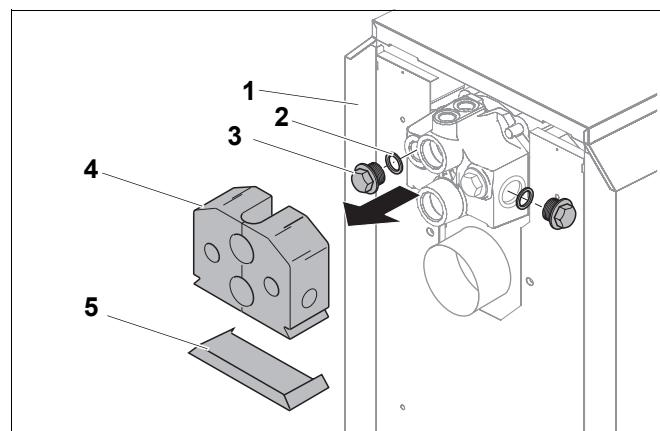

Рис. 4 Демонтаж деталей на соединительном участке
- Снять теплоизоляцию (рис. 4, **поз. 4**) и защитную крышку (рис. 4, **поз. 5**) с соединительного элемента (см. инструкцию по монтажу отопительного котла).
- Установить обшивку (рис. 4, **поз. 1**) согласно указаниям в инструкции по монтажу котла.
- Удалить заглушку (рис. 4, **поз. 3**) и уплотнение (рис. 4, **поз. 2**) с соединительного элемента.
- Вырезать теплоизоляцию (рис. 4, **поз. 4**) в соответствии с используемыми подключени- ями и надеть на соединительный элемент (см. инструкцию по монтажу и техническому обслуживанию отопительного котла).
- Надвинуть защитную крышку (рис. 4, **поз. 5**) внизу на теплоизоляцию.